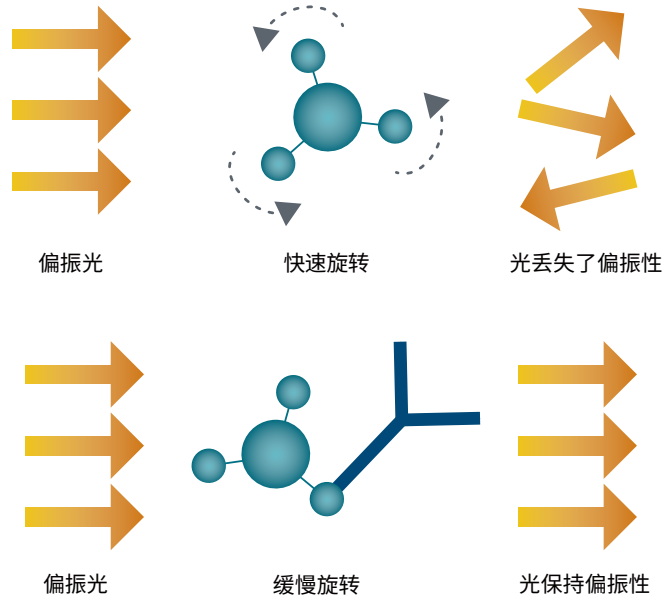

图 2 ValitaTITER 实验原理使用 FP 技术检测。自由的蛋白 G 分子很小且在缓冲液中快速旋转。结果是偏振激发光丢失了偏振性 (上图)。当蛋白 G 分子在样品中结合了抗体, 较大的复合体旋转就会减慢导致 FP 值的增加 (下图)
ValitaTITER 实验基于对 IgG Fc 片段与蛋白 G 的相互作用采用荧光偏振 (FP) 技术检测。96 孔微滴度板的每个孔中都包被有荧光标记的 IgG 结合多肽, 蛋白 G。当加入样品到孔板中时, 蛋白 G 分子被重悬并发生结合。一旦结合抗体, 蛋白 G 分子的运动速率便会下降, 导致荧光偏振 (FP) 值的增加 (图 2)。